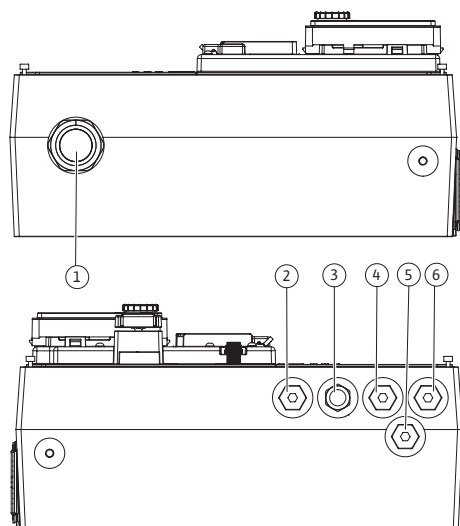

Fig. 24: Passe-câbles à vis/Passe-câbles (11 kW ... 22 kW)
Un côté du module électronique (Fig. 24) comporte cinq passe-câbles pour la boîte à bornes. De l'autre côté se trouve le passe-câble pour l'alimentation électrique. L'alimentation électrique du ventilateur électrique sur le module électronique se trouve à l'intérieur et a été montée en usine.
Faire passer le câble de raccordement par le passe-câbles à vis M40 (Fig. 24, pos. 4, pour 11 kW ... 22 kW).